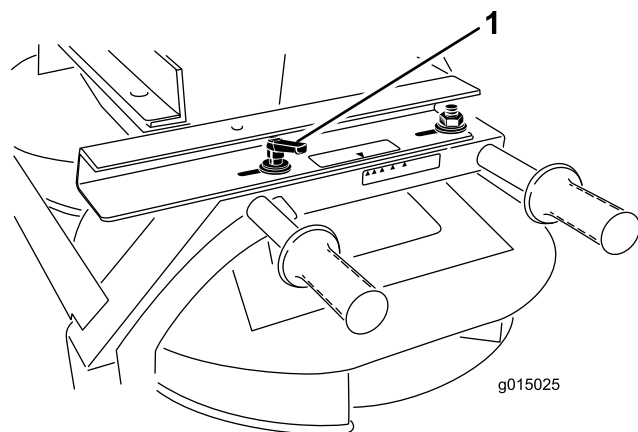

Рисунок 5
1. Ослабьте рукоятку с каждой стороны двухдискового центробежного разбрасывателя (Рисунок 5).